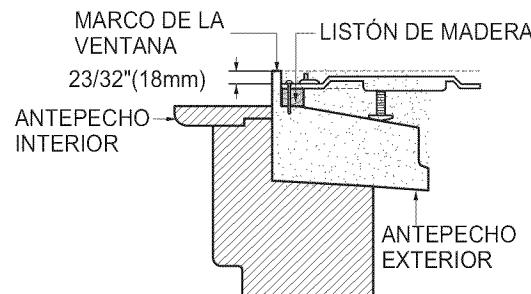

FIG. 12
- \* Las dimensiones y la geometría de las ventanas son diferentes de acuerdo con el fabricante. Compruebe su ventana y chequee la FIG.12 para instalar el soporte de montaje de manera firme y segura.